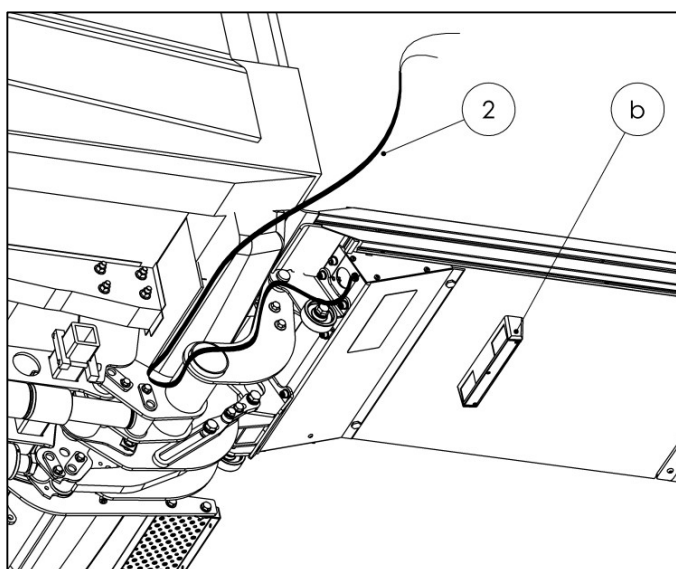

Fig. 69
- Pase el cable de la luz de matrícula (2) (cable saliente de la caja de torsión de aluminio de la plataforma) a lo largo del brazo de cierre (vea Fig. 69).